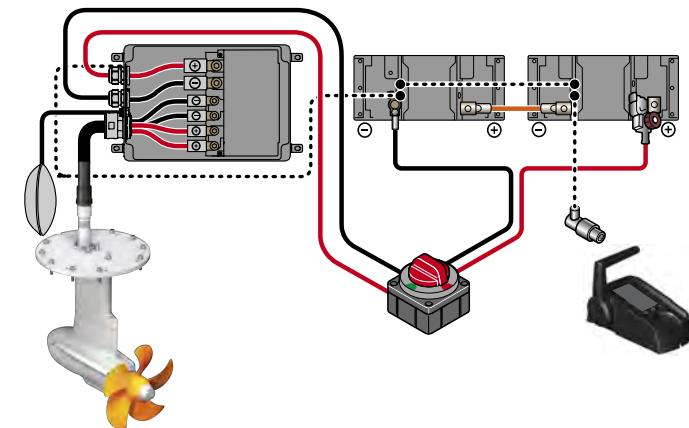

Fig. 18: Kopplingsschema för Power 26-104
2. Anslut de återstående kablarna till batterierna, se "Fig. 18: Kopplingsschema för Power 26-104".